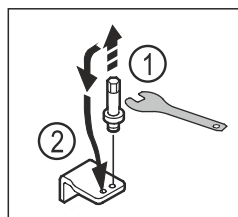

Fig. 13
- ▶ Bolzen des unteren Lagerbocks mit Außensechskantschlüssel SW5 herausdrehen. Fig. 13 (1)
- ▶ Bolzen auf der Gegenseite einsetzen. *Fig. 13 (2)*